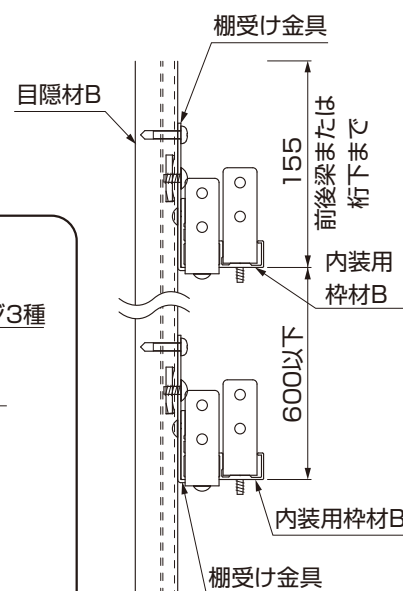

図4-3
- 内装用枠材Bは取付けピッチを600mm以下にしてください。（図4-3参照）
- ④棚受け金具取付用裏板を、目隠材Bの溝に入れて、内装用枠材Bを【44-4】でしっかりと固定してください。